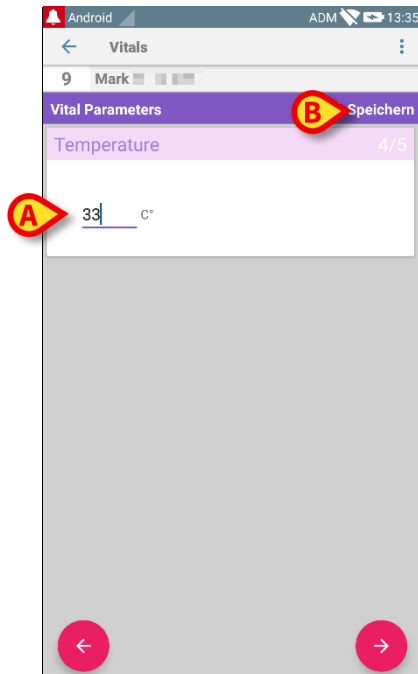

Abb. 58
Die Bildschirmseite zur Eingabe von Daten wird geöffnet (Abb. 58).
- Bearbeiten Sie die Daten (Abb. 58 **A**).
- Berühren Sie **Speichern** (Abb. 58 **B**).